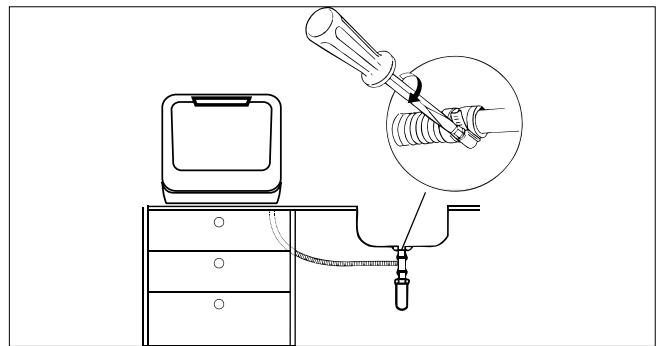

Afb. 8 – Sifonaansluiting
- ▶ Sluit de afvoerslang aan op de sifon (voor wasmachines) van de afvoerpip onder de gootsteen (zie Afb. 8). Zorg voor voldoende verval van de waterafvoerslang. Het apparaat moet minstens 4 cm boven de afvoer worden geplaatst.